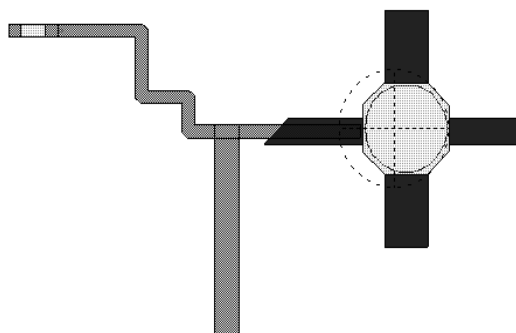

Рис. 4.42
3. Щёлкните мышкой по значку **Snap to fit**  на панели инструментов. Результат показан на рис. 4.42.